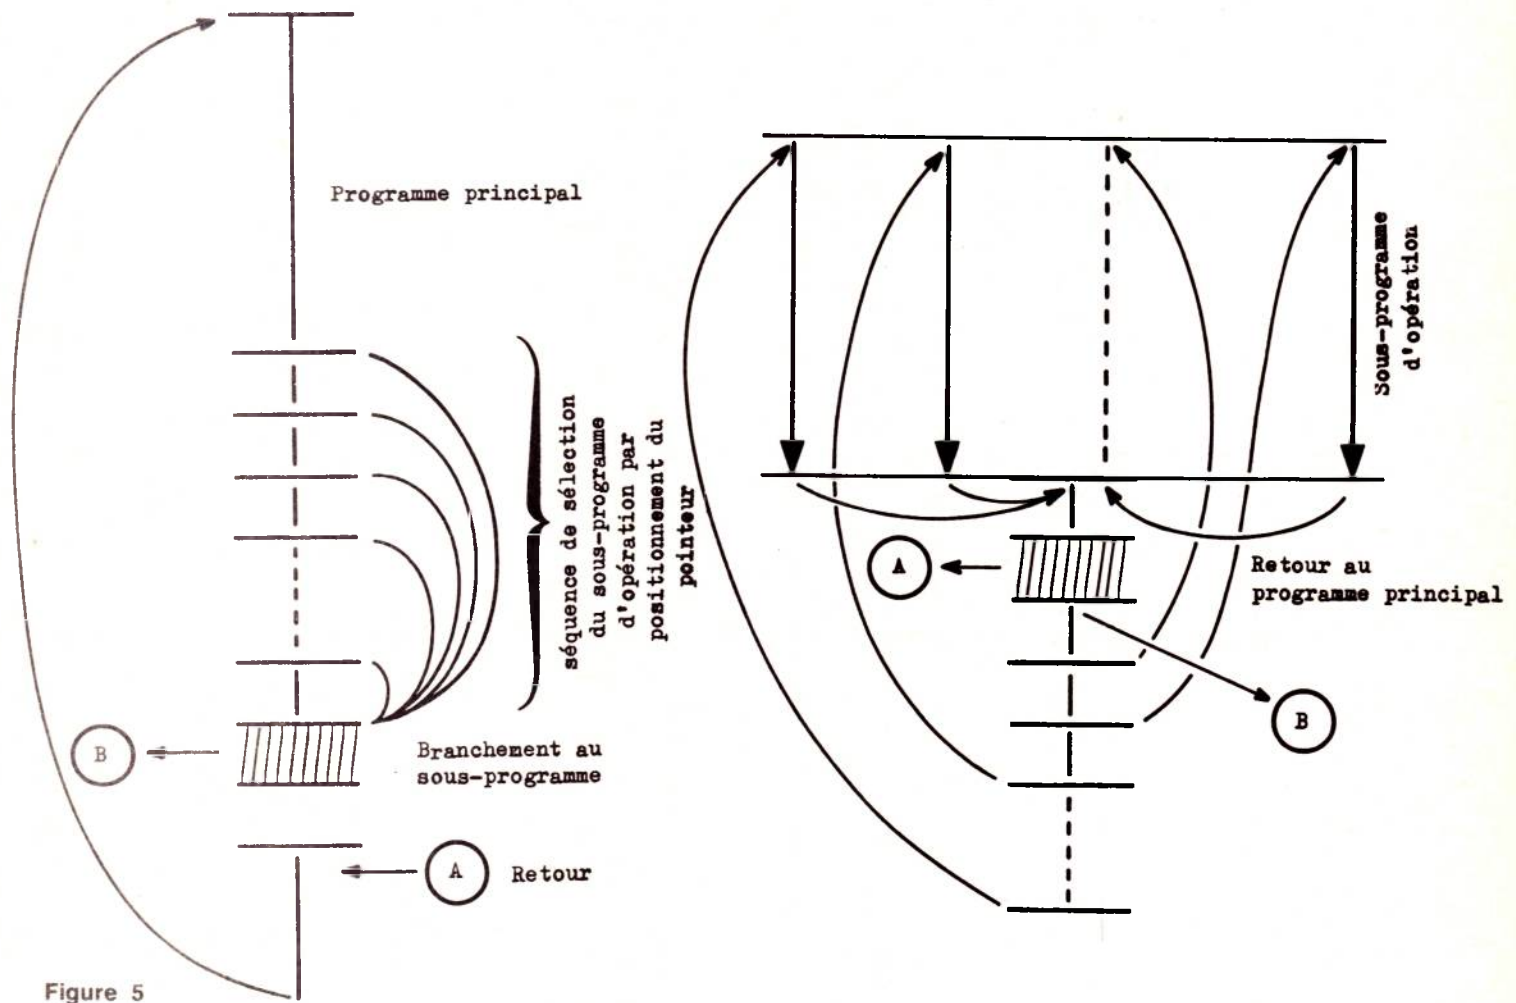

Figure 5
2. - Avant de quitter les sous-programmes d'opération, il faut reconstituer le pointeur d'appel en une fonction unique de façon à ce que le programme principal puisse repositionner celui-ci sur des bases constantes. En d'autres termes, il doit y avoir un retour unique pour tous les sous-programmes d'opération. La place de ce retour, donc la valeur du compteur ordinal correspondante sera le contenu du pointeur d'appel dans le programme principal. Ainsi la base de sélection du sous-programme à appeler sera toujours la même. Le schéma de la **figure 5** donne une représentation de ce principe.
P3 sur le point unique d'entrée de l'ensemble de nos sous-programmes de fonction. (voir figure 5 précédente). En fait le point que nous incluons dans P3 est exactement le point de retour de l'ensemble des sous-programmes. Ainsi, tout ce qui pourra s'exécuter en boucle automatiquement. La sélection de la fonction a donc lieu juste après ce point de retour.